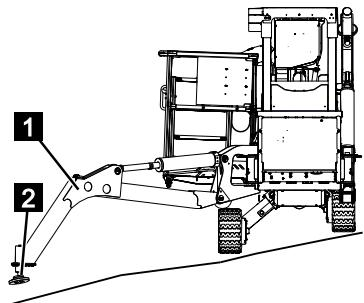

Abb. 105
2. Zur Absicherung die Stützen (Abb.105/1) an der Hangseite in breit oder schmale Abstützvariante (→Kapitel 7.11 „Abstützungen für Absicherungen einstellen und bedienen“, auf Seite 109) bringen und absenken.
3. Darauf achten, dass die Abstützteller (Abb.105/2) den Boden möglichst nicht berühren.
- Maximale Höhenunterschiede der zu befahrenden Kante beachten (max. Kan-tenhöhe X = 100 mm (Abb.105/X)).